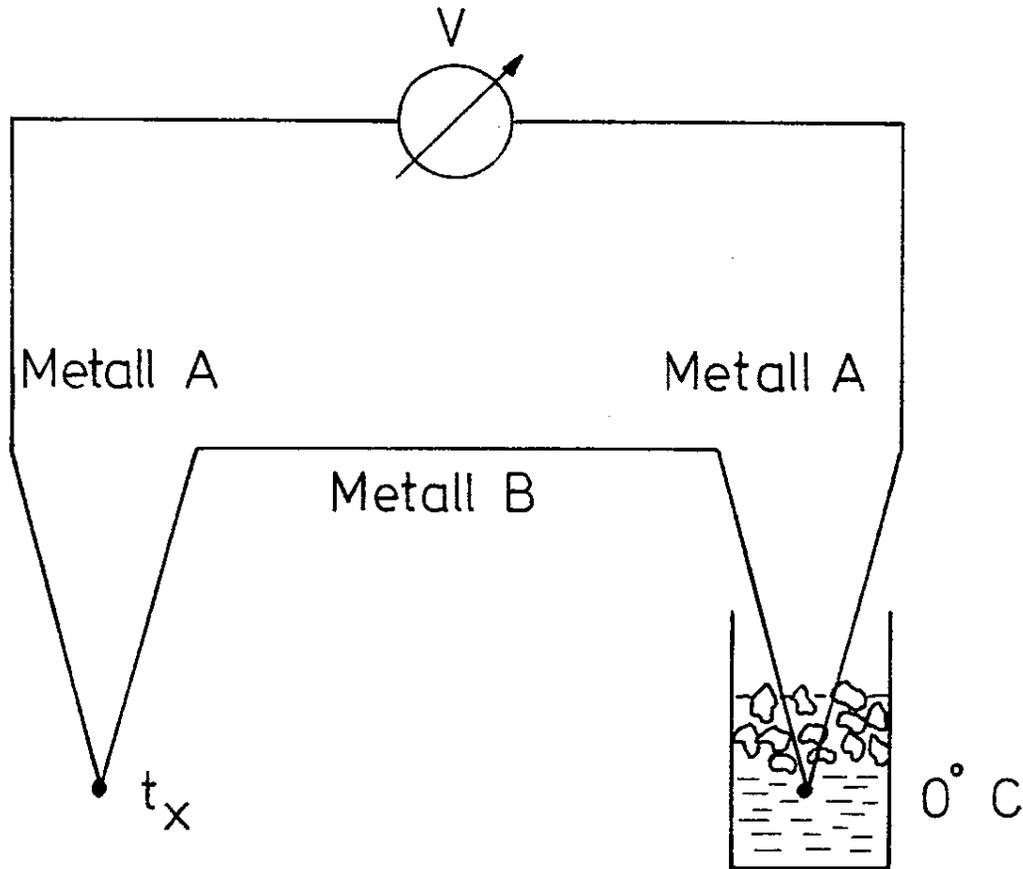

Abb.2: Temperaturmessung mit Thermoelementen
Eine Kombination ABA hat den Vorteil des Temperaturvergleichs zwischen den Kontaktstellen AB und BA. Es ist zweckmäßig, eine der Kontaktstellen, z. B. BA, auf die Referenztemperatur  $0^{\circ}\text{C}$  zu legen (Abb. 2).
- 2) Bauen Sie die Schaltung für die Temperaturmessung mit dem Thermoelement auf und achten Sie auf die richtige Polung (s. Abb. 2)